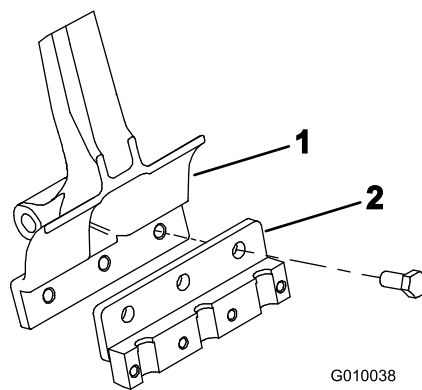

Figura 22
3. Montați un suport pentru dini pe fiecare braț pentru dini (Figura 22) cu 3 uruburi ($\frac{1}{2} \times 1\frac{1}{4}$). Strângeți uruburile la un cuplu de 101,6 N·m.